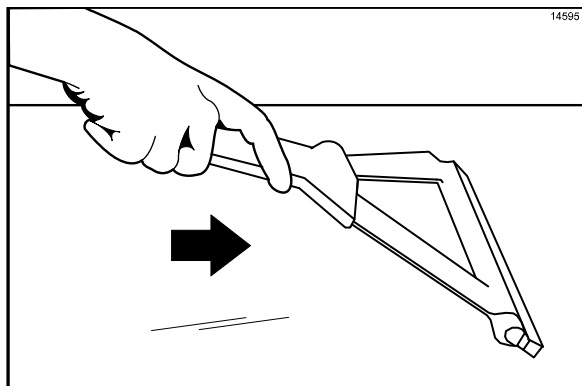

Figure 30
3. Pousser le résidu dans la goulotte à graisse (Cf. Figure 30).